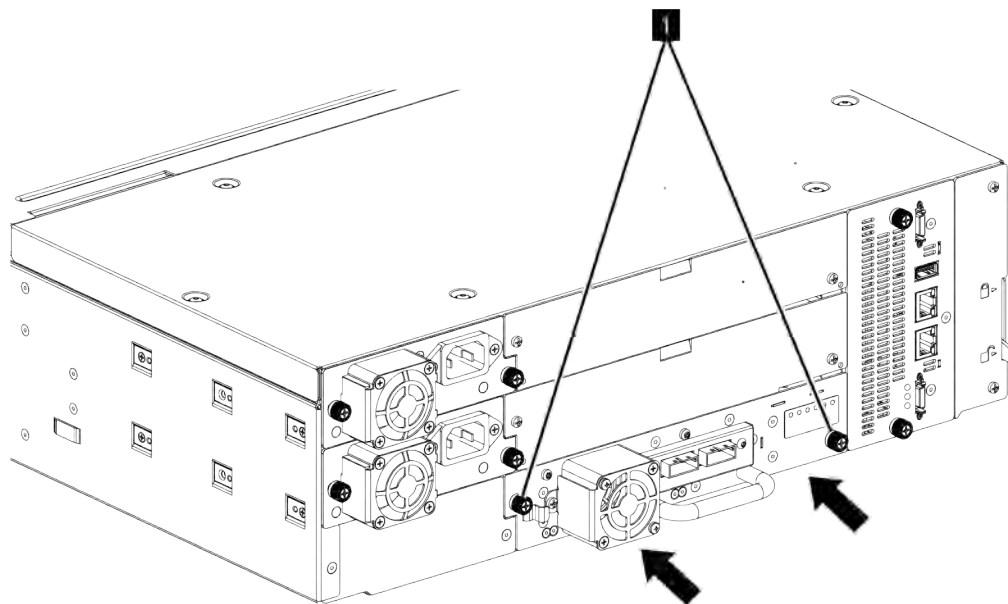

Figura 69. Installazione di un'unità nastro
3. Stringere le viti a testa piatta (1 in Figura 69 a pagina 163) con le dita fino a quando l'unità nastro non è sicura.